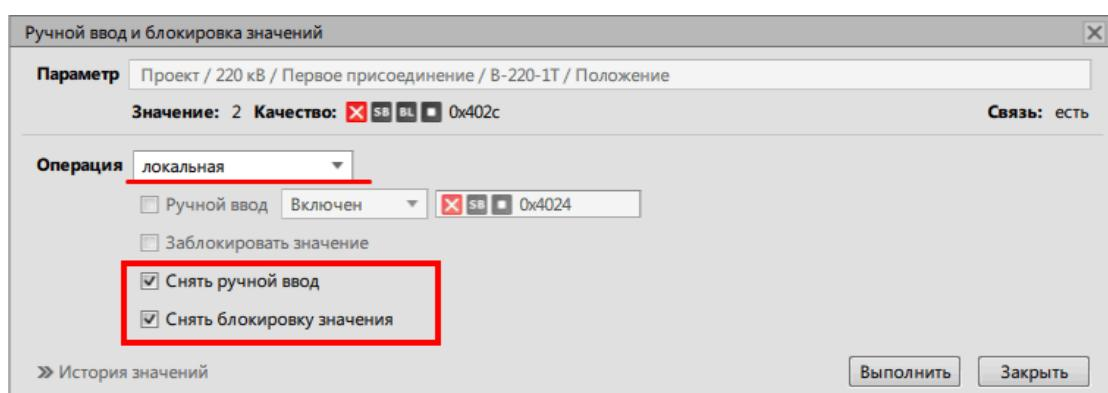
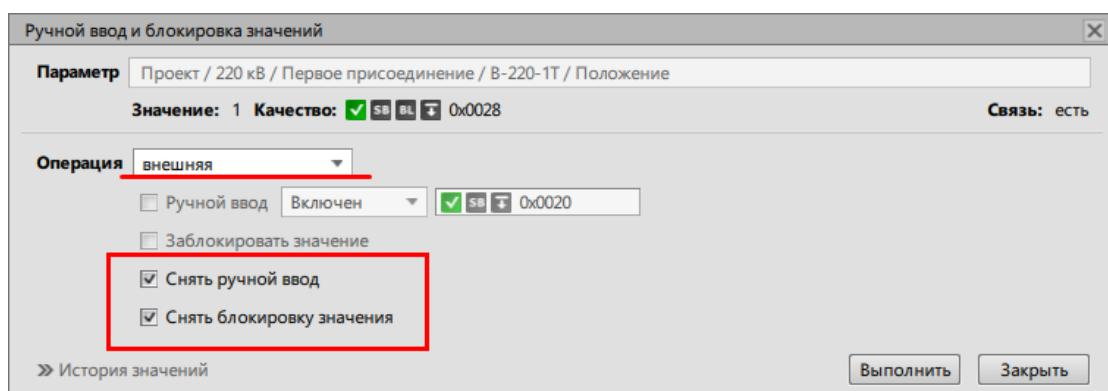

Рисунок 184 - Снять ручной ввод и блокировку у локальной операции
Рисунок 185 - Снять ручной ввод и блокировку у внешней операции
2. Для локальной операции отметьте чекбоксы **Снять ручной ввод** и **Снять блокировку значений** (если была установлена блокировка) (Рисунок 184). Для внешней операции отметьте чекбоксы **Снять ручной ввод** и **Снять блокировку значений** (Рисунок 185).